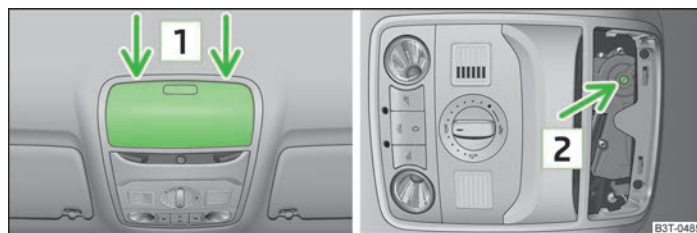

Fig. 26 Punto de apoyo del destornillador/orificio para apoyar la llave
- Insertar cuidadosamente un destornillador de unos 5 mm de anchura en la ranura, en los puntos indicados con flechas [1] » fig. 26.